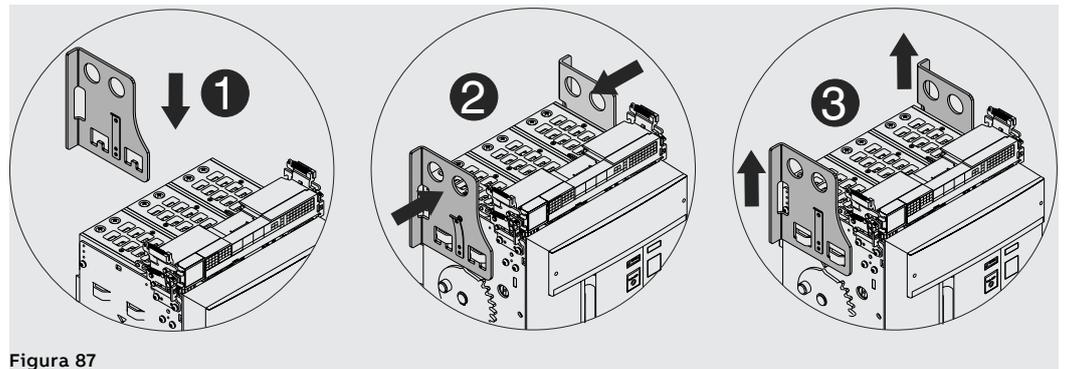

Figura 87
2. Posizionare le piastre di sollevamento sulla parte mobile accertandosi che la linguetta delle piastre sia agganciata. Vedi Figura 87.